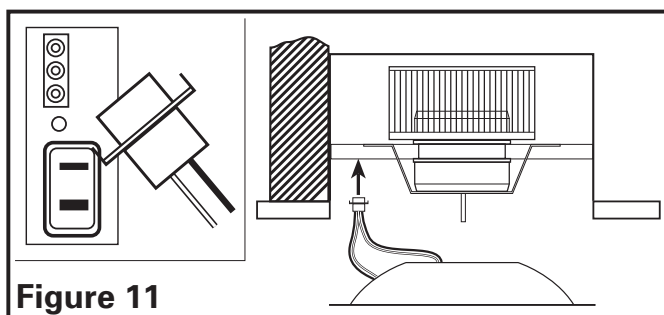

Figure 11
2. Connecter le cordon des socles de lampe dans le réceptacle approprié (Figure 11).